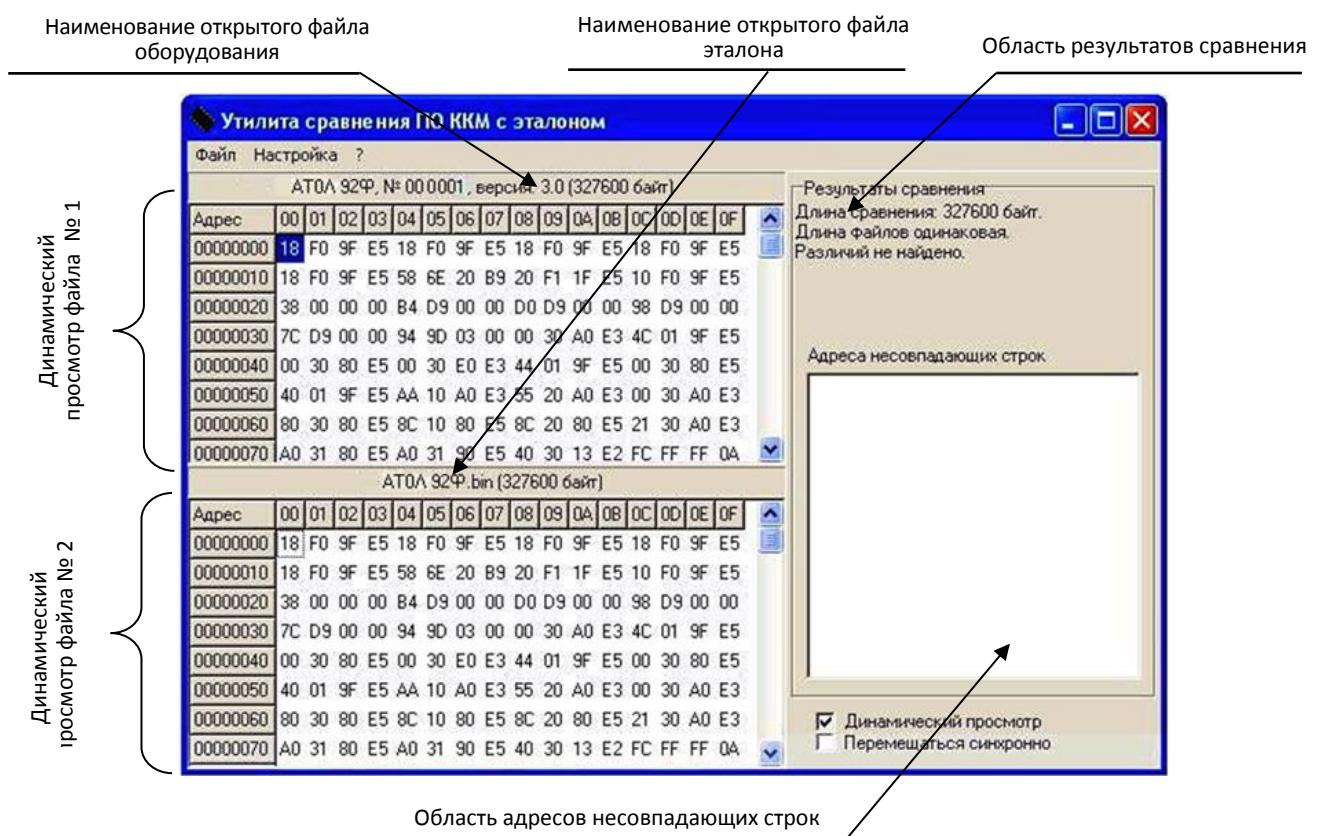

Рисунок 35. Окно утилиты Comparer.exe (открыто содержимое файлов эталона и считанного с ККТ)
3. Запустить на ПК утилиту сравнения **Comparer.exe** (смотри рисунок 35).